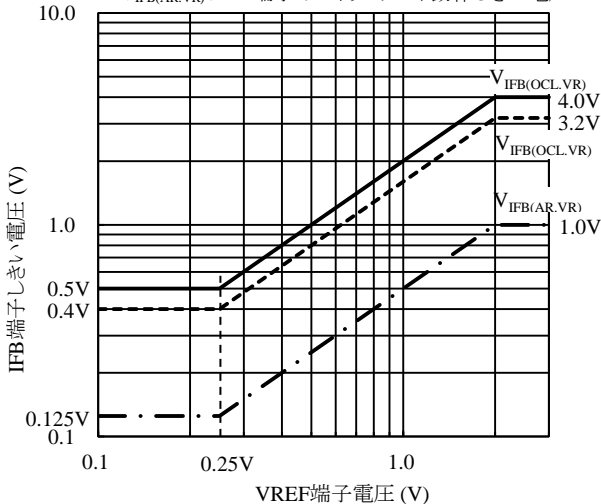

図 8-20 IFB 端子しきい電圧と V_{REF} 端子電圧の関係
IFB 端子電圧が、図 8-20 の IFB 端子過電流動作 LOW しきい電圧 $V_{IFB(OCL.VR)}$ に達するとオートリスタート動作 1 に移行します。保護動作要因の解除後、IFB 端子電圧が IFB 端子過電流動作解除しきい電圧 $V_{IFB(OCL-OFF.VR)}$ まで低下すると通常の動作に復帰します。
IFB 端子電圧が、図 8-20 の IFB 端子オートリスタート動作しきい電圧 $V_{IFB(AR.VR)}$ まで低下するとオートリスタート動作 1 に移行します。保護動作要因の解除後、IFB 端子電圧が $V_{IFB(COMP)}$ より高くなると通常の動作に復帰します。
- (1) LED 電流が増加して、IFB 端子電圧が上昇すると、COMP 端子電圧は低下します。COMP 端子電圧が発振停止 COMP 端子電圧 $V_{COMP(OFF)} = 0.25 \text{ V}$ 以下に低下すると、スイッチング動作を停止し、出力電流の上昇を抑えます。LED 電流が減少して、IFB 端子電圧が下降し、COMP 端子電圧が発振開始 COMP 端子電圧 $V_{COMP(ON)} = 0.50 \text{ V}$ 以上になるとスイッチング動作を再開します。
- (2) LED 電流が更に増加して、IFB 端子電圧が図 8-20 の $V_{IFB(OCL,VR)}$ 以上になると、オートリスタート動作 1 に移行します。
- (3) LED 電流が更に増加して、IFB 端子電圧が IFB 端子過電流動作 HIGH しきい電圧 $V_{IFB(OCH)} = 4.0 \text{ V}$ 以上になると、オートリスタート動作 2 に移行します。
LED_OUT(+)の開放や、IFB 端子の開放などにより、LED_OUT(+)の電圧が上昇し、OVP 端子電圧が OVP しきい電圧 $V_{OVP} = 3.00 \text{ V}$ に達すると、瞬時にスイッチング動作を停止します。OVP 端子電圧が OVP 解除しきい電圧 $V_{OVP(OFF)} = 2.75 \text{ V}$ に低下するか、IFB 端子電圧が図 8-20 の $V_{IFB(AR,VR)}$ に低下すると、オートリスタート動作 1 に移行します。
LED_OUT(-)と GND 間が短絡すると、IFB 端子電圧が低下します。IFB 端子電圧が図 8-20 の $V_{IFB(AR,VR)}$ まで低下すると、オートリスタート動作 1 に移行します。
LED 出力電流検出抵抗(R15、R61)の両端が短絡すると、IFB 端子電圧が低下します。IFB 端子電圧が図 8-20 の $V_{IFB(AR,VR)}$ まで低下すると、オートリスタート動作 1 に移行します。